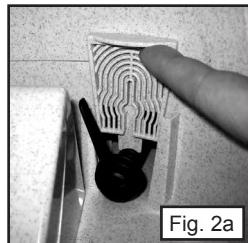

Fig. 2a
- 4) Rimuovere il prefilter sollevandone delicatamente l'aletta superiore; lavare con acqua e sapone. (Fig. 2a)